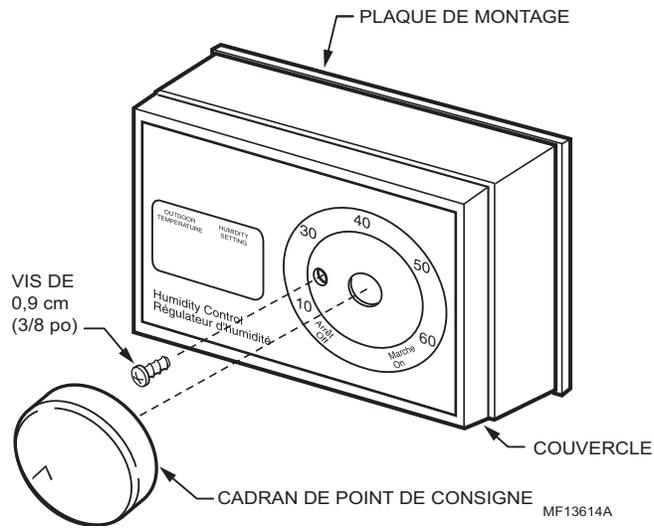

Fig. 48. Assemblage du couvercle de l'humidistat.
13. Fixer le couvercle au régulateur d'humidité avec une vis de 0,9 cm (3/8 po). Voir la figure 48.